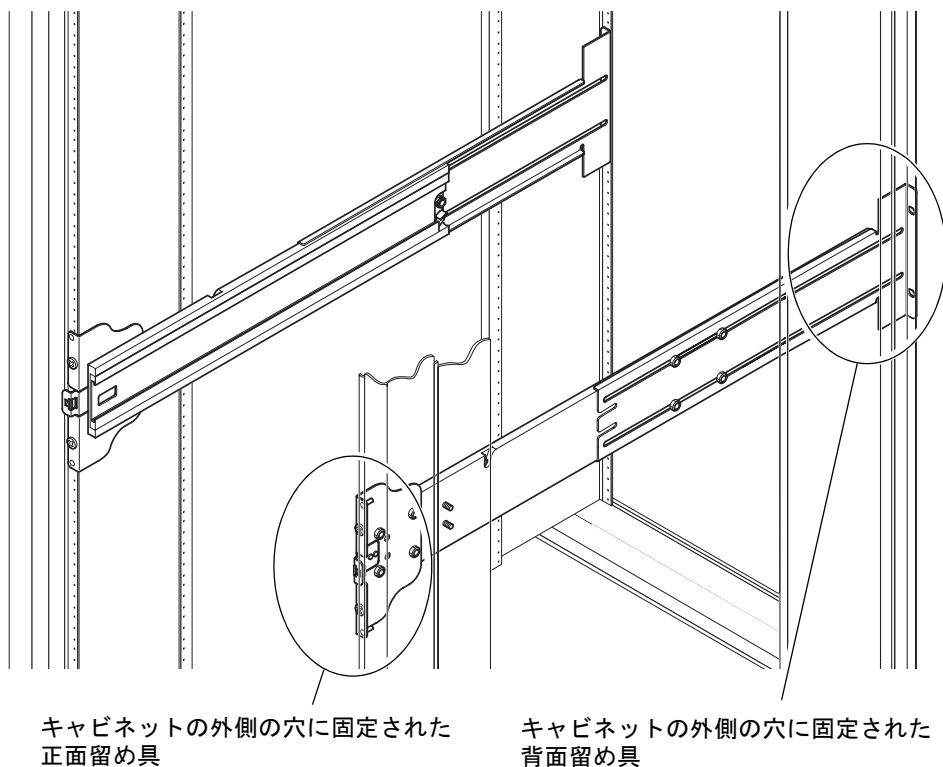

図 1-5 Sun Rack 900 キャビネットまたは 19 インチの 4 ポストキャビネットでのレールの取り付け
1. 正面留め具のピンをキャビネットの 22 番と 33 番の穴に差し込みます (図 1-5)。留め具が固定されるまで、このピンが適切な位置で留め具を支えています。
1. 正面留め具のピンをキャビネットの 58 番と 69 番の穴に差し込みます (図 1-5)。留め具が固定されるまで、このピンが適切な位置で留め具を支えています。
3. 2 本の #10-32 UNF ねじを使用して、背面留め具を固定します (図 1-5)。
4. 2 本の #10-32 UNF ねじを使用して、正面留め具を固定します (図 1-5)。